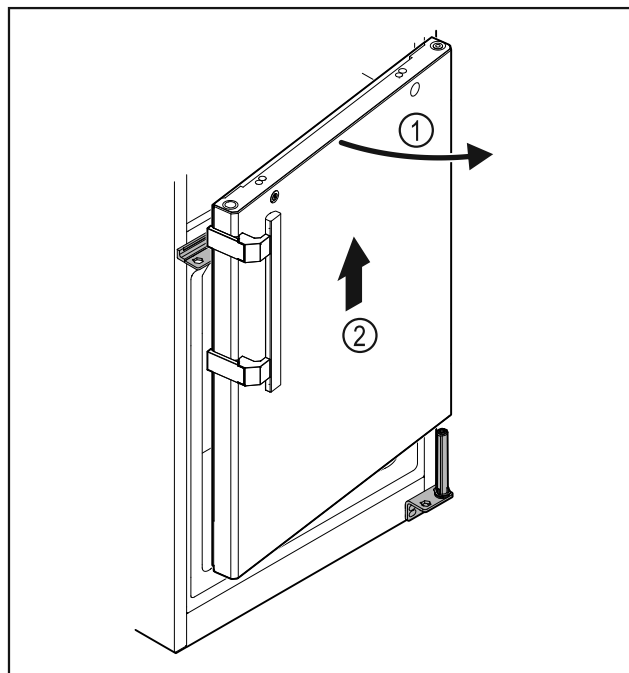

Fig. 28
- ▶ Слегка приоткройте дверь Fig. 28 (1), поднимите ее строго вертикально вверх приблизительно на 200 мм и снимите Fig. 28 (2).